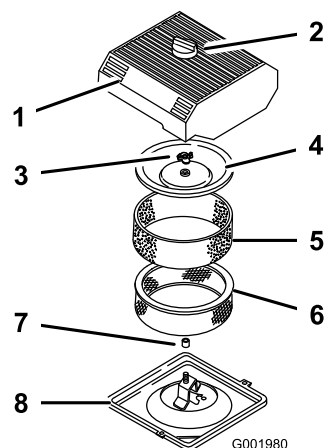

Figura 39
3. Pulite intorno al filtro dell'aria per evitare che la morchia possa penetrare nel motore provocando gravi danni (Figura 39).
4. Svitare la manopola sul coperchio del filtro dell'aria e togliete il coperchio (Figura 39).
5. Togliete con cautela l'elemento in schiuma sintetica dall'elemento di carta (Figura 39).
6. Rimuovete il dado del coperchio, e rimuovete il coperchio e l'elemento di carta (Figura 39).
1. Infilate con cautela l'elemento in schiuma sintetica sopra l'elemento di carta del filtro dell'aria (Figura 39).
3. Avvitare a fondo, manualmente, il dado contro il coperchio (Figura 39).
4. Montate il coperchio del filtro dell'aria e la manopola (Figura 39).